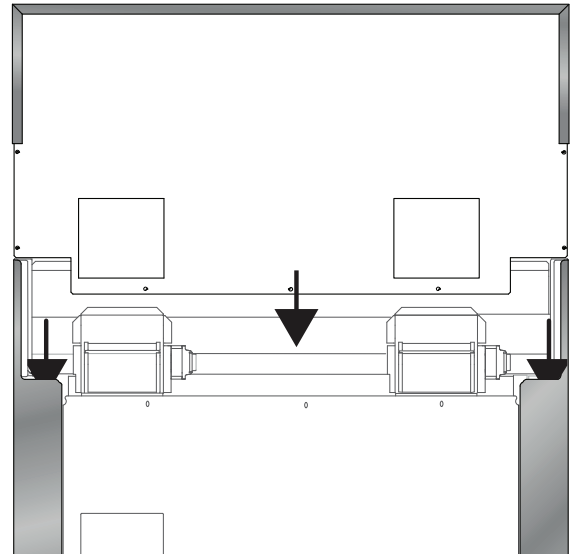

Figure 28 : Installation du dossieret
3. Alignez le panneau arrière du nouvel accessoire avec les brides des coins arrière droit et gauche des panneaux latéraux de la cuisinière. Le dossieret s'insère dans les canaux de guidage situés à l'arrière de la cuisinière (Figure 28).